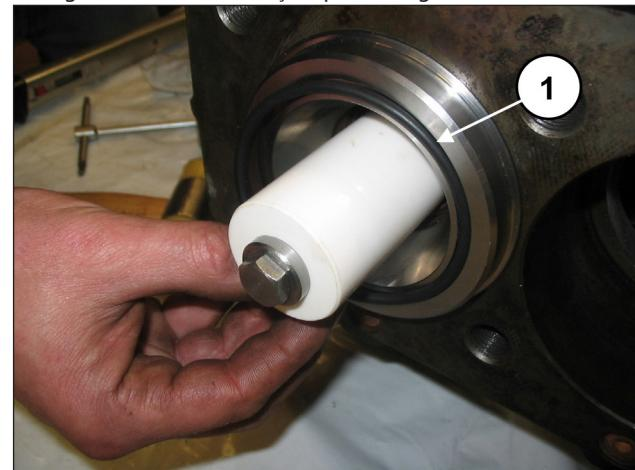
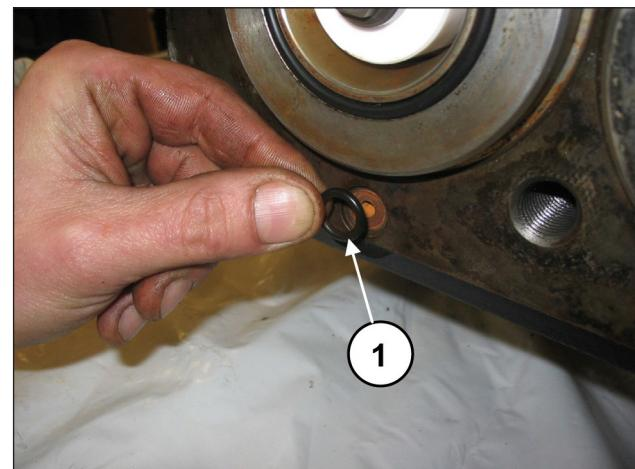

Fig. 152
Fig. 153
Monte o O-ring dianteiro da camisa (pos. ①, Fig. 152) e o O-ring do furo de recirculação (pos. ①, Fig. 153).